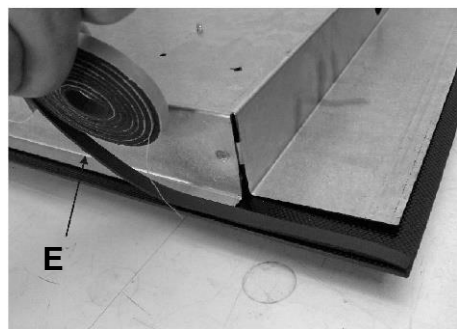

FIG. 9
- Coloque a placa de cozinha no orifício efetuado no móvel e aperte-o com os parafusos "F" dos ganchos de fixação "G" (ver fig. 9).